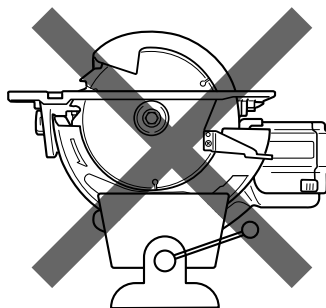

Fig. 7
- 14. No intente nunca cortar colocando la sierra circular de manera invertida sobre un banco de trabajo.** Esto es sumamente peligroso y puede producir accidentes de gravedad. (Fig.7)